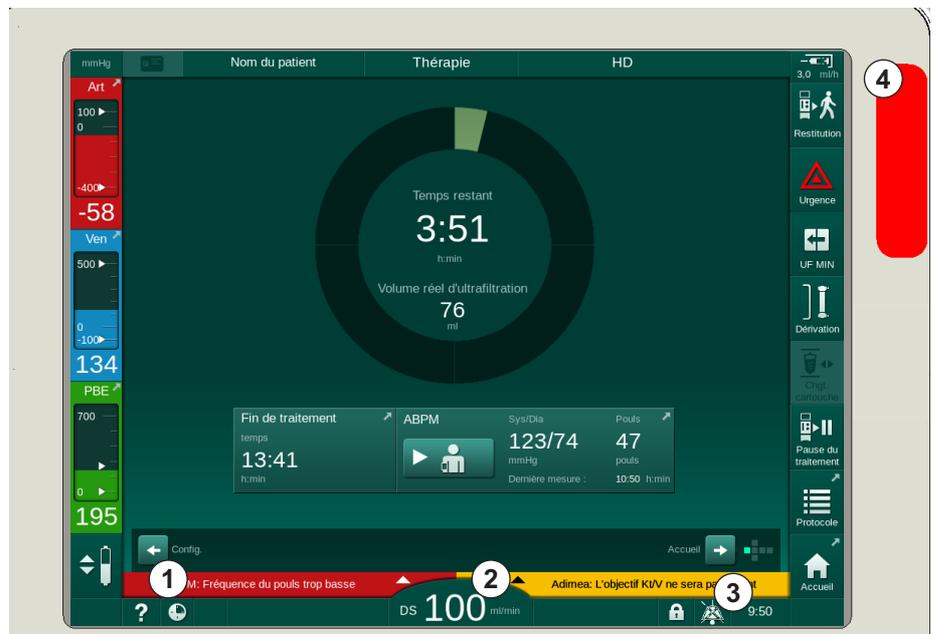

Fig. 12-1 Champs d'alarme et d'avertissement et voyants lumineux
Le champ d'alarme (Fig. 12-1, ① sur le côté gauche affiche les alarmes de sécurité en **rouge**. Les alarmes qui ne concernent pas la sécurité sont affichées en **jaune**.
- ↳ Le signal sonore est éteint et le symbole Pause de l'alarme sonore est affiché (Fig. 12-1, ③).
- ↪ Le signal sonore est éteint et le symbole *Pause de l'alarme sonore* est affiché (Fig. 12-1, ③).